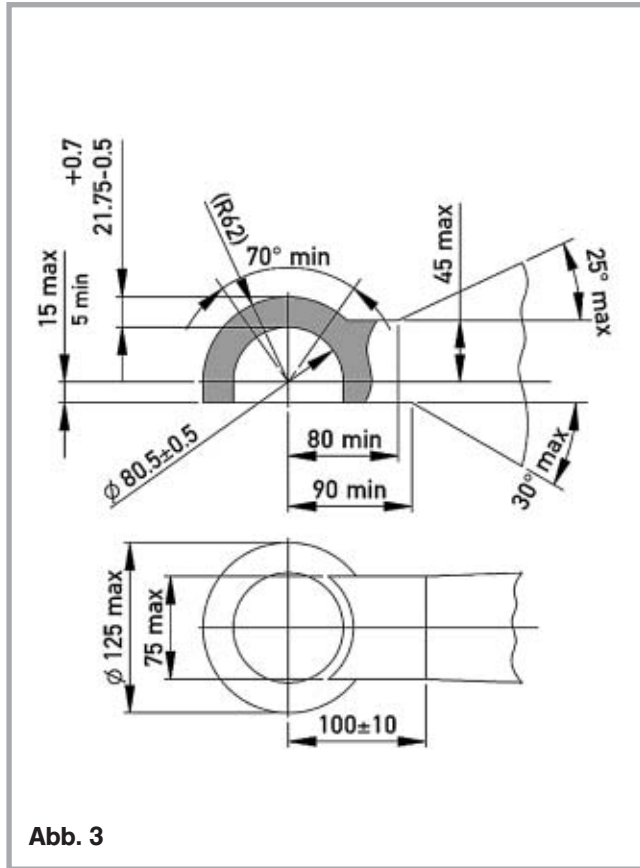

Abb. 3
- die notwendigen Schwenkwinkel müssen eingehalten werden (s. Abb. 3)